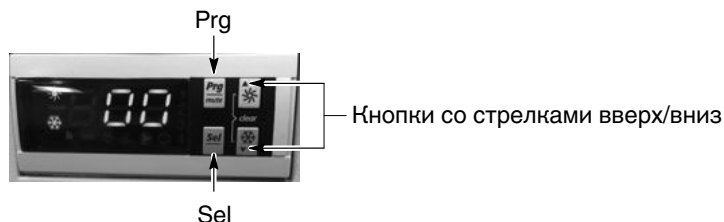

Рис. 4-3 00 на дисплее кондиционера воздуха
1. См. рис. 4-3. Нажать и удерживать кнопки **Prg** и **Sel** более 5 секунд, пока на дисплее не отобразится **00**.